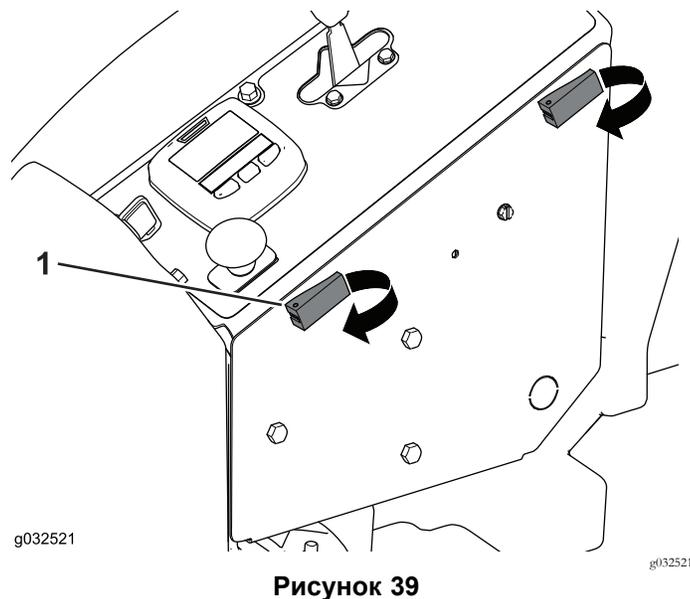

Рисунок 39
1. Откиньте натяжные защелки и откройте отделение органов управления на пульте оператора (Рисунок 39).